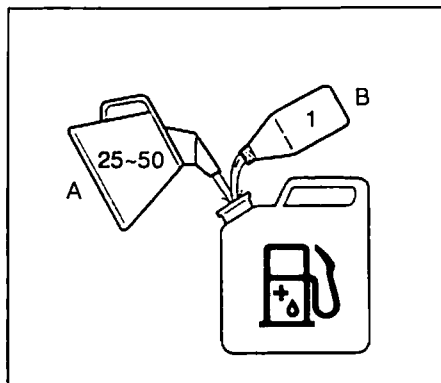

Fig. 2-1
(En) Fuel (Fig. 2-1)
(Fr) Carburant (Fig. 2-1)
- Avant de le mettre en marche, toujours  **Combustible** (Fig. 2-1)